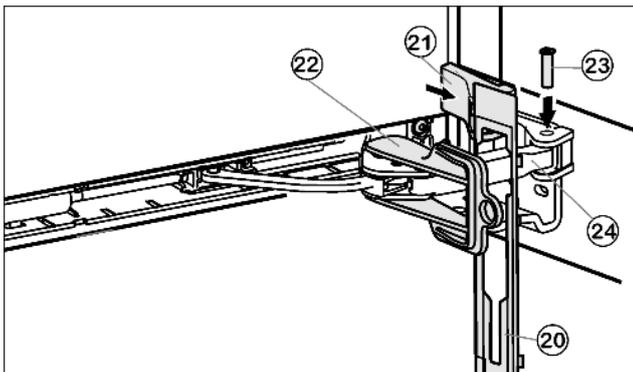

Fig. 16
- ▶ Attaccare il pannello Fig. 16 (20) sulla staffa dell'ammortizzatore, in modo che i ganci di fermo siano rivolti in avanti e verso il lato anteriore dell'apparecchio.
- ▶ Tirare la staffa dell'ammortizzatore Fig. 16 (24) verso l'elemento di supporto e inserire il perno Fig. 16 (23) dall'alto, in modo che il quadrato alloggi nell'incavo.
- ▶ Applicare la copertura Fig. 16 (21) e innestarla.
- ▶ Togliere la protezione Fig. 16 (22) torcendo.
- ▶ Inserire il pannello Fig. 16 (20) nella porta.